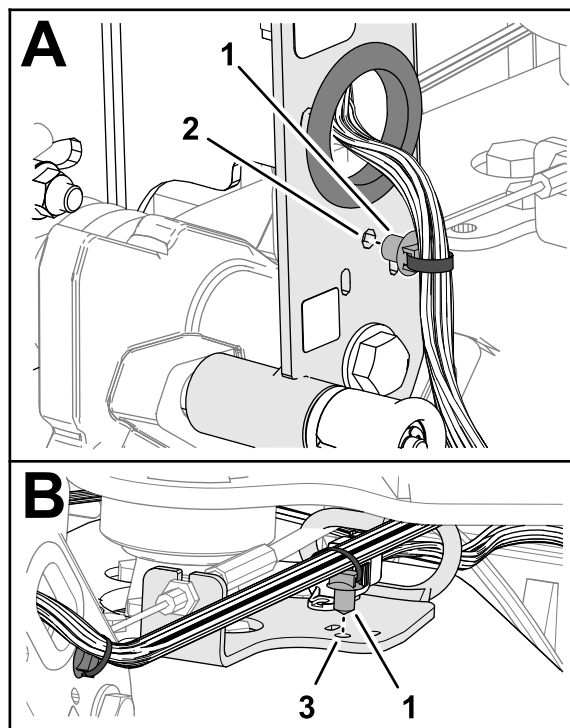

**Figura 9**
2. Enchufe el conector de 12 pines del arnés de la máquina en el conector hembra de 12 vías del arnés de cables del manillar (Figura 9).